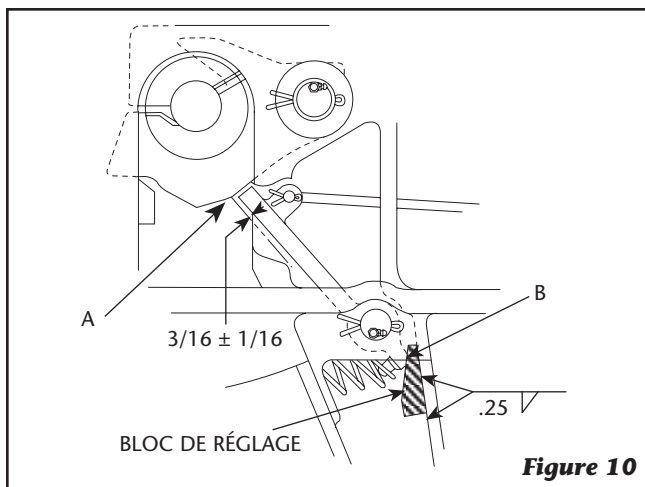

Figure 10
9. Enduisez le trou de la goupille de verrouillage dans la serrure pivotante (6) avec Never-Seez® (fourni avec le kit). **C'est VITAL. N'UTILISEZ PAS** de lubrifiant de remplacement.
10. Avant d'installer le verrou pivotant (6), vous devez placer le verrou secondaire (10) à son emplacement approximatif dans le moulage (voir Figure 10).
- A. Enduisez le trou de la goupille de verrouillage dans la serrure secondaire (10) avec Never-Seez (fourni avec le kit). NE PAS utiliser de lubrifiant de substitution.
- B. Installez la poignée de déverrouillage secondaire (9) dans le moulage. Installez le verrou secondaire (10) sur la poignée. Installez la goupille fendue 1/8" x 1" (8) dans la poignée et écartez la goupille fendue. Enfoncez la goupille de verrouillage secondaire (3) dans les trous du moulage et du verrouillage secondaire et fixez-la avec la goupille fendue 1/4" x 2" (2). Installez le graisseur (25) dans la goupille de verrouillage de manière à ce que le raccord soit orienté vers le côté et soit accessible depuis le côté gauche du tracteur.
- C. Déplacez la poignée de verrouillage secondaire en position fermée. Vérifier l'emplacement de l'extrémité de la serrure secondaire par rapport à la serrure battante. Il doit être à 3/16" (0,188") ± 1/16" (0,06) du point (A) sur le verrou pivotant (voir Figure 10) lorsque le verrou secondaire repose contre le moulage au point (B).
- D. Si le verrou secondaire n'est pas dans la position actuelle, installez un réglage du verrou secondaire bloc de réglage (36), comme illustré sur la Figure 10. Déplacez le bloc de réglage jusqu'à ce qu'un réglage correct soit obtenu atteint, puis soudez le bloc de réglage en position, comme indiqué sur la Figure 10. Après le soudage, vérifiez la dimension et le bon fonctionnement de la serrure secondaire.